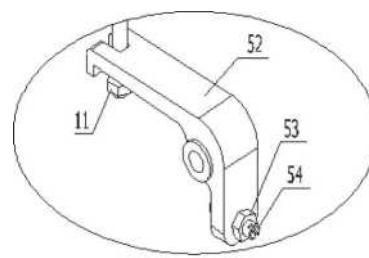

Рис. 4
5.2. Гвинт 53 на Рис. 4 використовується, щоб налаштувати функціонування візка. Коли вила візки опускаються відразу ж після підйому вантажу, то Вам слід повернути (проти годинникової стрілки) гвинт 53. Потім пробуйте знову до тих пір, поки візок буде піднімати вантаж нормально. Якщо вила візки не можуть опустити вантаж після підйому, то Вам слід трохи повернути гвинт 53 в зворотному напрямку. Таким чином пробуйте управляти візком знову до тих пір, поки вантаж не буде опускатися нормально. Зовнішня шестигранна гайка 54 на гвинті 53 виконує фіксуючу функцію в даному вузлі візки. Тому Вам слід відкрутити шестигранну гайку 54 перед налаштуванням стану візка і закрутити гайку 54 після завершення налаштування.